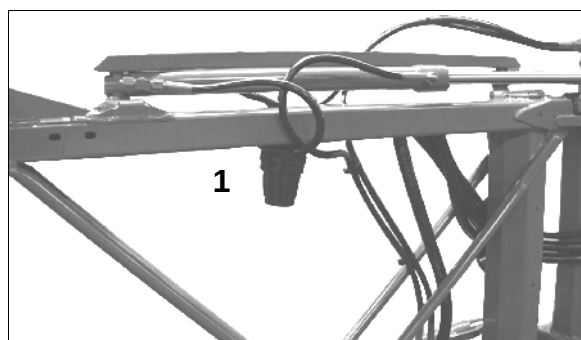

Рис. 198
- Чистите линейный фильтр (Рис. 198/1) в зависимости от условий эксплуатации приблизительно каждые 3 – 4 месяца.